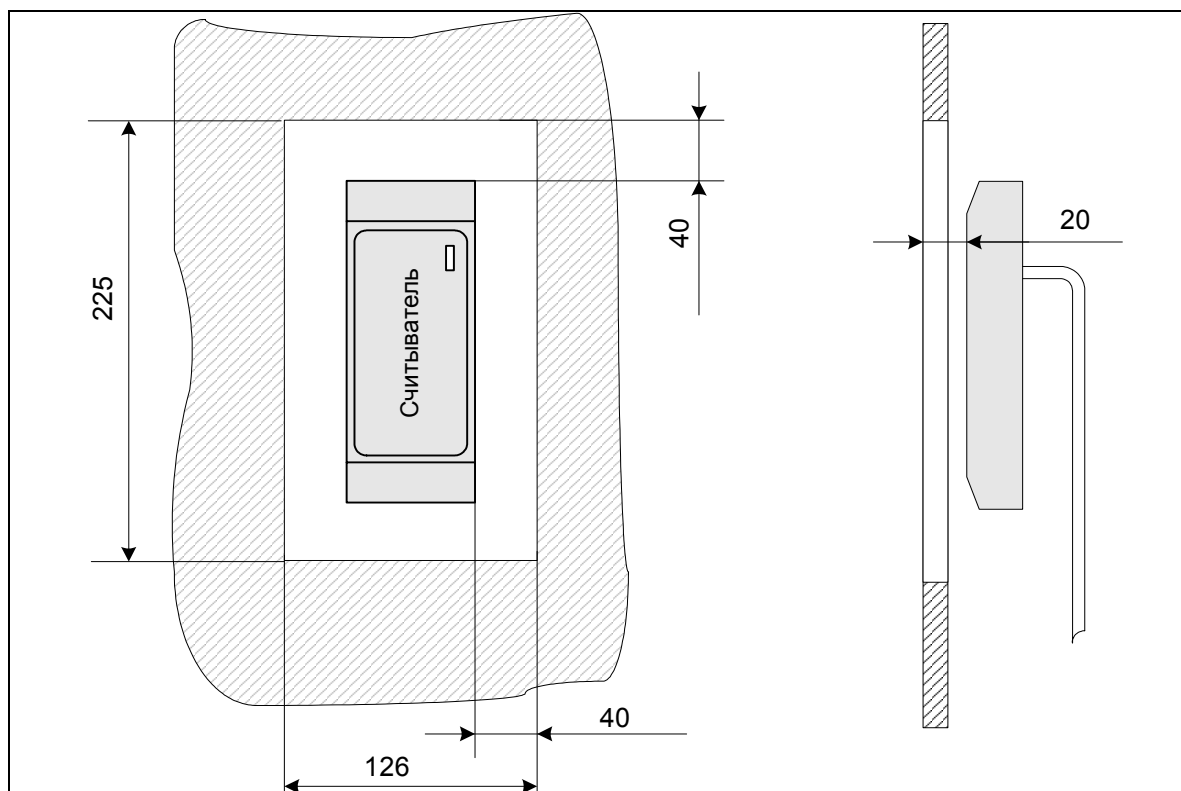

Рис. 7 Установка считывателя за металлической поверхностью
- При установке считывателя за металлической поверхностью, в ней необходимо вырезать окно, напротив которого, равноудалено от краев окна, и устанавливается считыватель (см. рис. 7), при этом размеры окна должны быть не менее 220x126 мм. Само окно может быть закрыто неметаллической вставкой (например, из пластмассы), а считыватель может быть утоплен вглубь окна на расстояние не более 20 мм от внешней стороны металлической поверхности — дальность считывания кода при таком способе монтажа считывателя уменьшается на 30 – 50%;